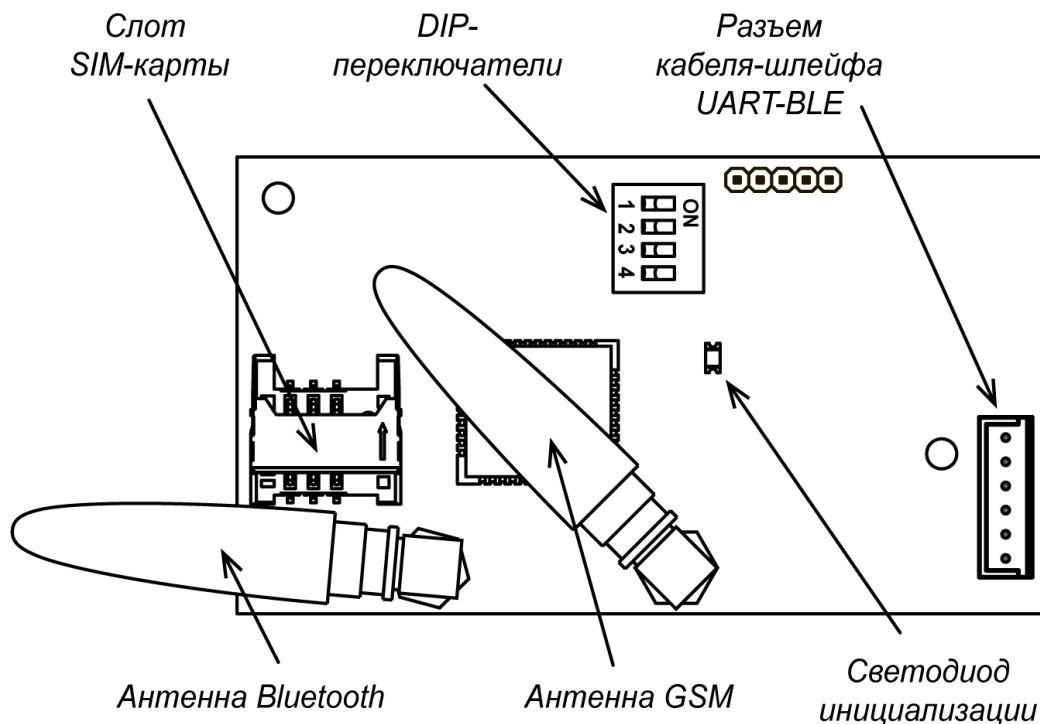

Рисунок 1. Внешний вид платы беспроводной передачи данных
2. Поместите SIM-карту в специальный разъем на плате¹ (см. рис. 1).
3. Установите антенны на имеющиеся на плате модуля управления разъемы (см. рис. 1 и 3).
7. При успешном подключении модуля управления после включения питания светодиод инициализации (см. рис. 1) начнет мигать.